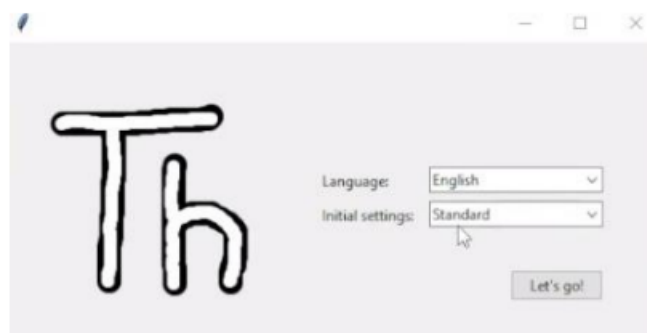

Figura 5 Vista de elección de idioma.
- Una vez descargado e instalado dejaremos la configuración inicial. En la Figura 5, se muestra la selección del idioma deseado para trabajar.